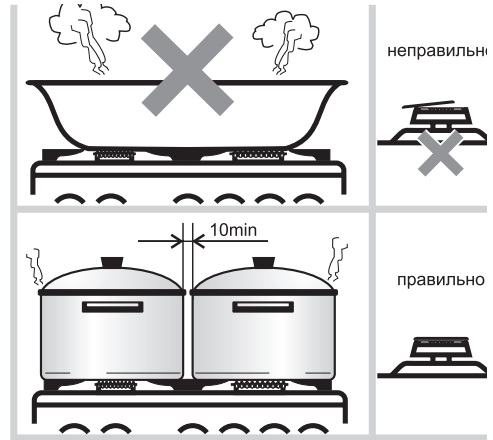

Рис.20
- Размеры посуды (см. табл. 4 и рис.20) и режим работы горелок нужно выбирать таким образом, чтобы пламя не выходило за края и не «лизало» боковые стенки.
- Запрещается устанавливать на решетки какие-либо дополнительные рассекатели пламени и пользоваться горелками со смещенными крышечками (рис. 20). Это может привести к разрушению стеклянного стола или необратимому ухудшению внешнего вида стола из нержавеющей стали.